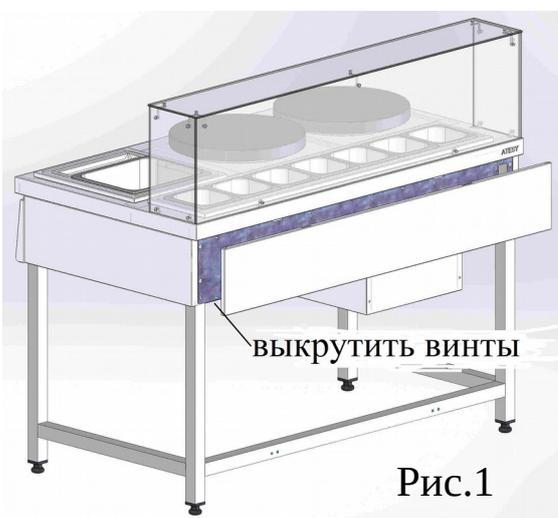

Рис.1
4.3 Снимите переднюю панель с блинной станции, для чего выкрутите винты вдоль нижнего края с внутренней стороны станции, удерживающие ее (рис.1).